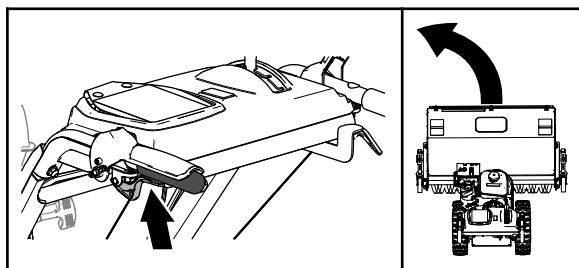

Bild 16
- Zum Linksabbiegen drücken Sie den Fahrtriebshebel und drücken Sie den linken Radkupplungshebel (Bild 16).